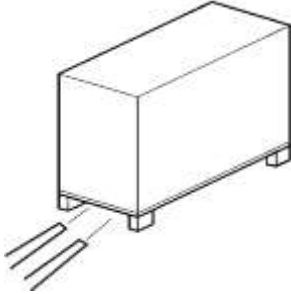

图 4.1 使用叉车进行搬运
(1) 使用叉车进行搬运时，货叉方向如图 4.1 所示。
- (2) 货叉插入货物时，货叉必须超出货物。
- (3) 如果货物重心偏离，请确认货物不会倾倒。
- (4) 举起货物并开始搬运。